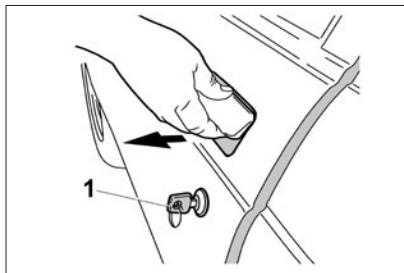
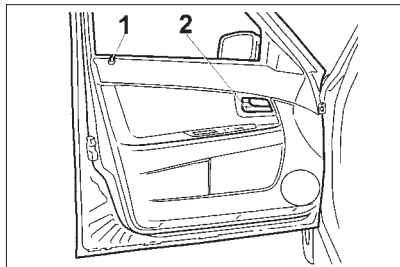

Рис. 4. Открывание двери
Рис. 6. Передняя левая дверь
**Передние двери** блокируются: снаружи – поворотом ключа 1 (рис. 4, 5) или нажатием кнопки блокировки  на пульте дистанционного управления; изнутри – нажатием на кнопку 1 (рис. 6, 7, 8) на обивке
- снаружи – за ручку в направлении стрелки (рис. 4, 5);
- изнутри – поворотом на себя рукоятки 2 (рис. 6, 7).